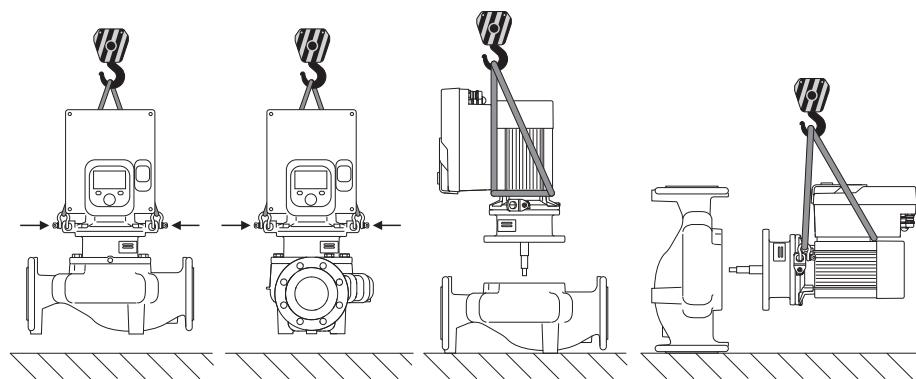

Fig. 6: Smjer dizanja pojedinačne pumpe
Pumpu valja transportirati dopuštenim sredstvima za prihvatanje tereta (koloturnikom, dizalicom itd.). Sredstvo za prihvatanje treba pričvrstiti na transportne ušice na prirubnici motora. Omče za podizanje po potrebi gurnite ispod adapterske ploče (Fig. 6/7). Osigurajte pumpu od prevrtanja.
2. Utični komplet (Fig. 4) za osiguranje prikladnim sredstvima za podizanje pričvrstite na transportne ušice. Kako se jedinica ne bi prevrnula, omotajte petlju pojasa prema Fig. 6 oko motora i adaptera elektroničkoga modula. Pri učvršćivanju izbjegavajte oštećenje elektroničkog modula.